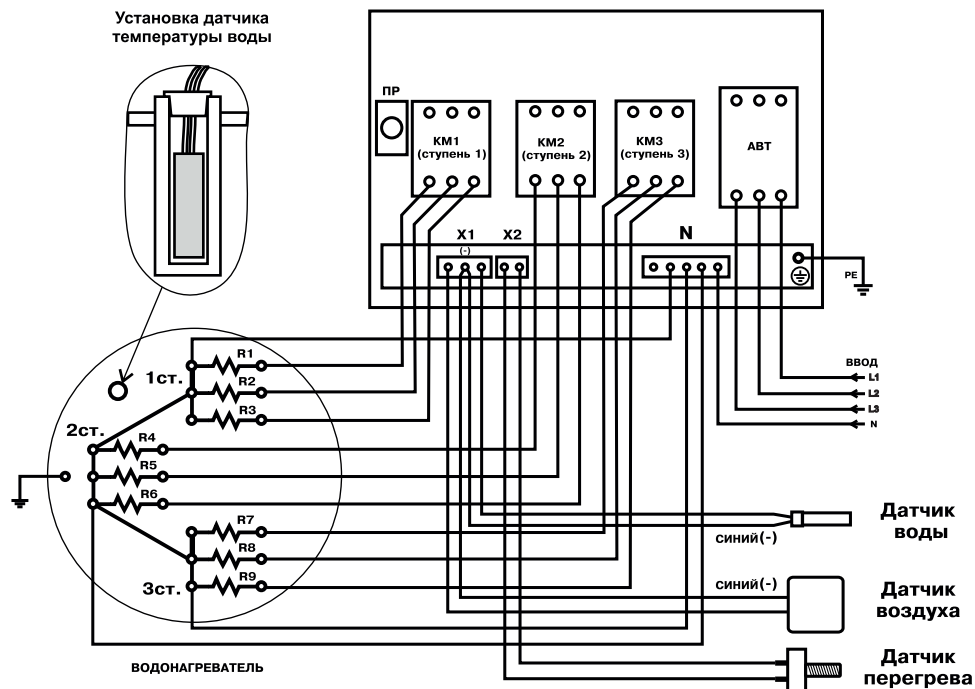

Рис.1 Схема подключения панели управления ПУ ЭВТ - ИЗ
- Эксплуатация панели управления должна осуществляться только при условии ее подключения в соответствии со схемой подключений (**Рис.1**);
9. Подключите панель к питающей сети кабелем соответствующего сечения (см. паспорт на электроводонагреватель) согласно схеме подключений (**Рис.1**) настоящего паспорта и инструкции по эксплуатации.
10. Установите датчик температуры воды на предназначенное в водонагревателе отверстие и закрепите его защитной пробкой (**Рис.1**);
- Подключите датчик перегрева к монтажной колодке Х2. Подключите датчики температуры воздуха и воды к монтажной колодке Х1 в соответствии со схемой **Рис.1**, обращая особое внимание на полярность датчиков;
11. Подключите панель к питающей сети, согласно схеме подключений **Рис.1** кабелем соответствующего сечения, исходя из номинальной мощности электроводонагревателя;
12. Выполните заземление (защитное зануление) корпуса панели в соответствии со схемой подключений **Рис.1**;
- Нулевой рабочий провод сети (N) должен подсоединяться к колодке N «НЕЙТРАЛЬ» внутри панели и к общему проводу ТЭН электроводонагревателя;